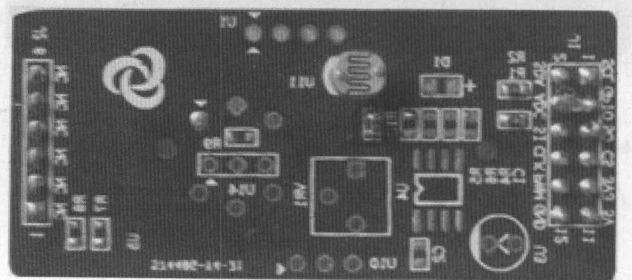

图 A.12
(5) 光敏传感器 Photoresistance 如图 A.12 所示。